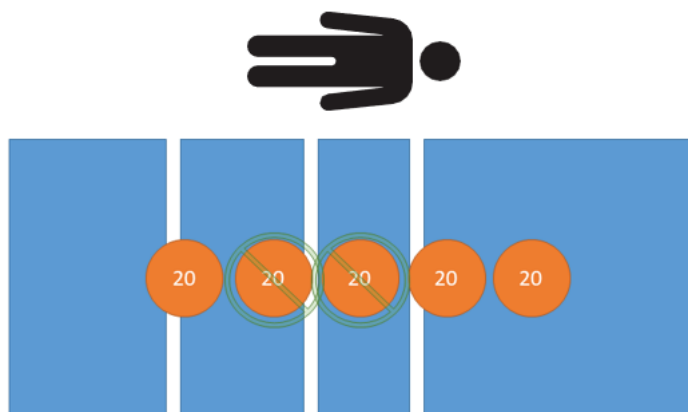

Figura 29 – Test della tara - Peso netto di 60 kg
4. Utilizzando pesi calibrati, collocare 60 kg sul prodotto (Figura 29).
10. Utilizzando pesi calibrati, collocare 60 kg sul prodotto (Figura 29).